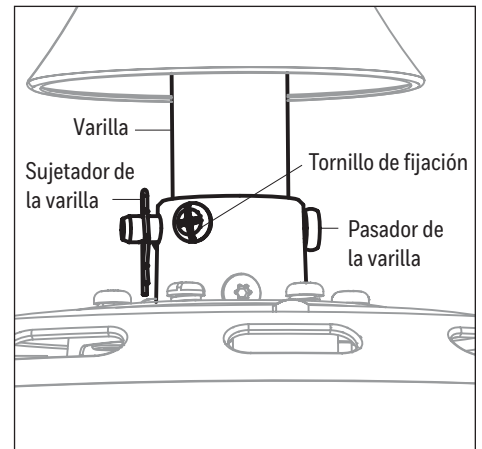

Figura 3.3
3. Deslice la varilla por la horquilla del ensamblaje del motor, alinee los orificios, luego vuelva a instalar el sujetador de la varilla y el pasador de la varilla. Asegure con los tornillos de fijación y deslice la cubierta de la horquilla hacia abajo hasta que quede sobre el ensamblaje del motor (Figura 3.3).